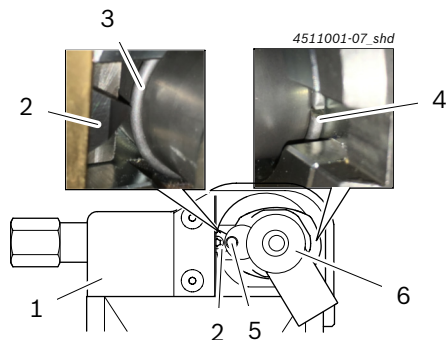

Fig. 8: Poziția corectă a șaibei elastice
4. Rotiți deschizătura șaibei elastice (Fig. 8, poz. 4) spre partea opusă grosimii maxime a peretelui.
- ⇒ Șaiba elastică (Fig. 8, poz. 3) este poziționată exact la înălțimea plăcuței de strunjire (Fig. 8, poz. 2).